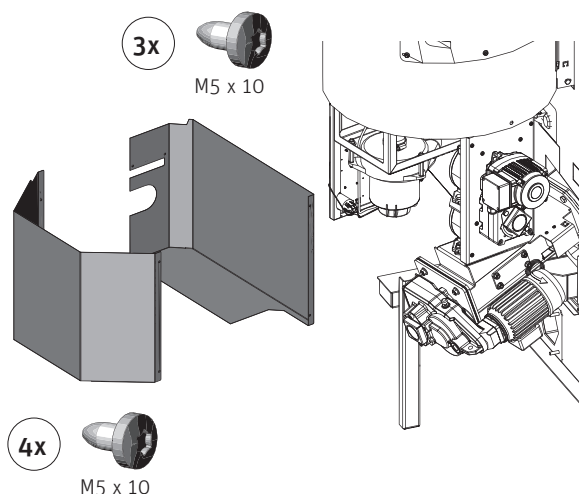

Fig. 113 Montare le due coperture del quadro di comando 5
- ▶ Montare le due coperture della stiva del quadro di comando 5 con 3 o 4 viti autoformanti TT Torx M5x10 – Fig. 113.